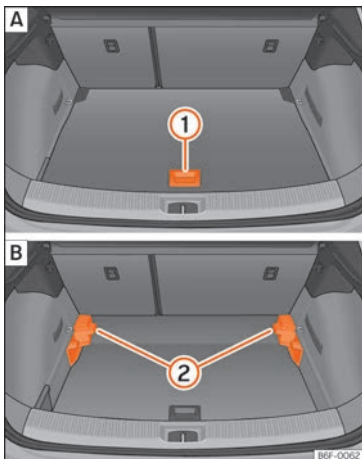

Abb. 117 Variabler Gepäckraumboden: **A** Hochstellung; **B** Tiefstellung.
- Um von der niedrigen in die hohe Position überzugehen, heben Sie den Boden am Haltegriff »» **Abb. 117** (1) an und ziehen Sie ihn nach hinten, bis der vordere Teil des Bodens vollständig über den Halterungen (2) liegt.
- Den Gepäckraumboden nun bis zum Anschlag an den Rücksitzlehnen nach vorne schieben und mit Hilfe des Haltegriffs (1) absenken.
- Um von der hohen in die niedrige Position überzugehen, heben Sie den Boden am Haltegriff »» **Abb. 117** (1) an und ziehen Sie ihn nach hinten, bis der vordere Teil des Bodens vollständig über den Halterungen (2) liegt.
- Den vorderen Teil auf den Boden absenken und diesen bis zum Anschlag an den Rücksitzlehnen nach vorn verschieben und dabei den Boden gleichzeitig mit Hilfe des Haltegriffs (1) absenken.
- Bei einem variablen Boden in hoher Position diesen am Haltegriff anheben »» **Abb. 117** (1), daran ziehen und in Richtung der Rücksitzlehne bewegen bis der Boden an der Scharnierlinie eingeklappt wird und sich der bewegliche Teil des Bodens auf diesem befindet.